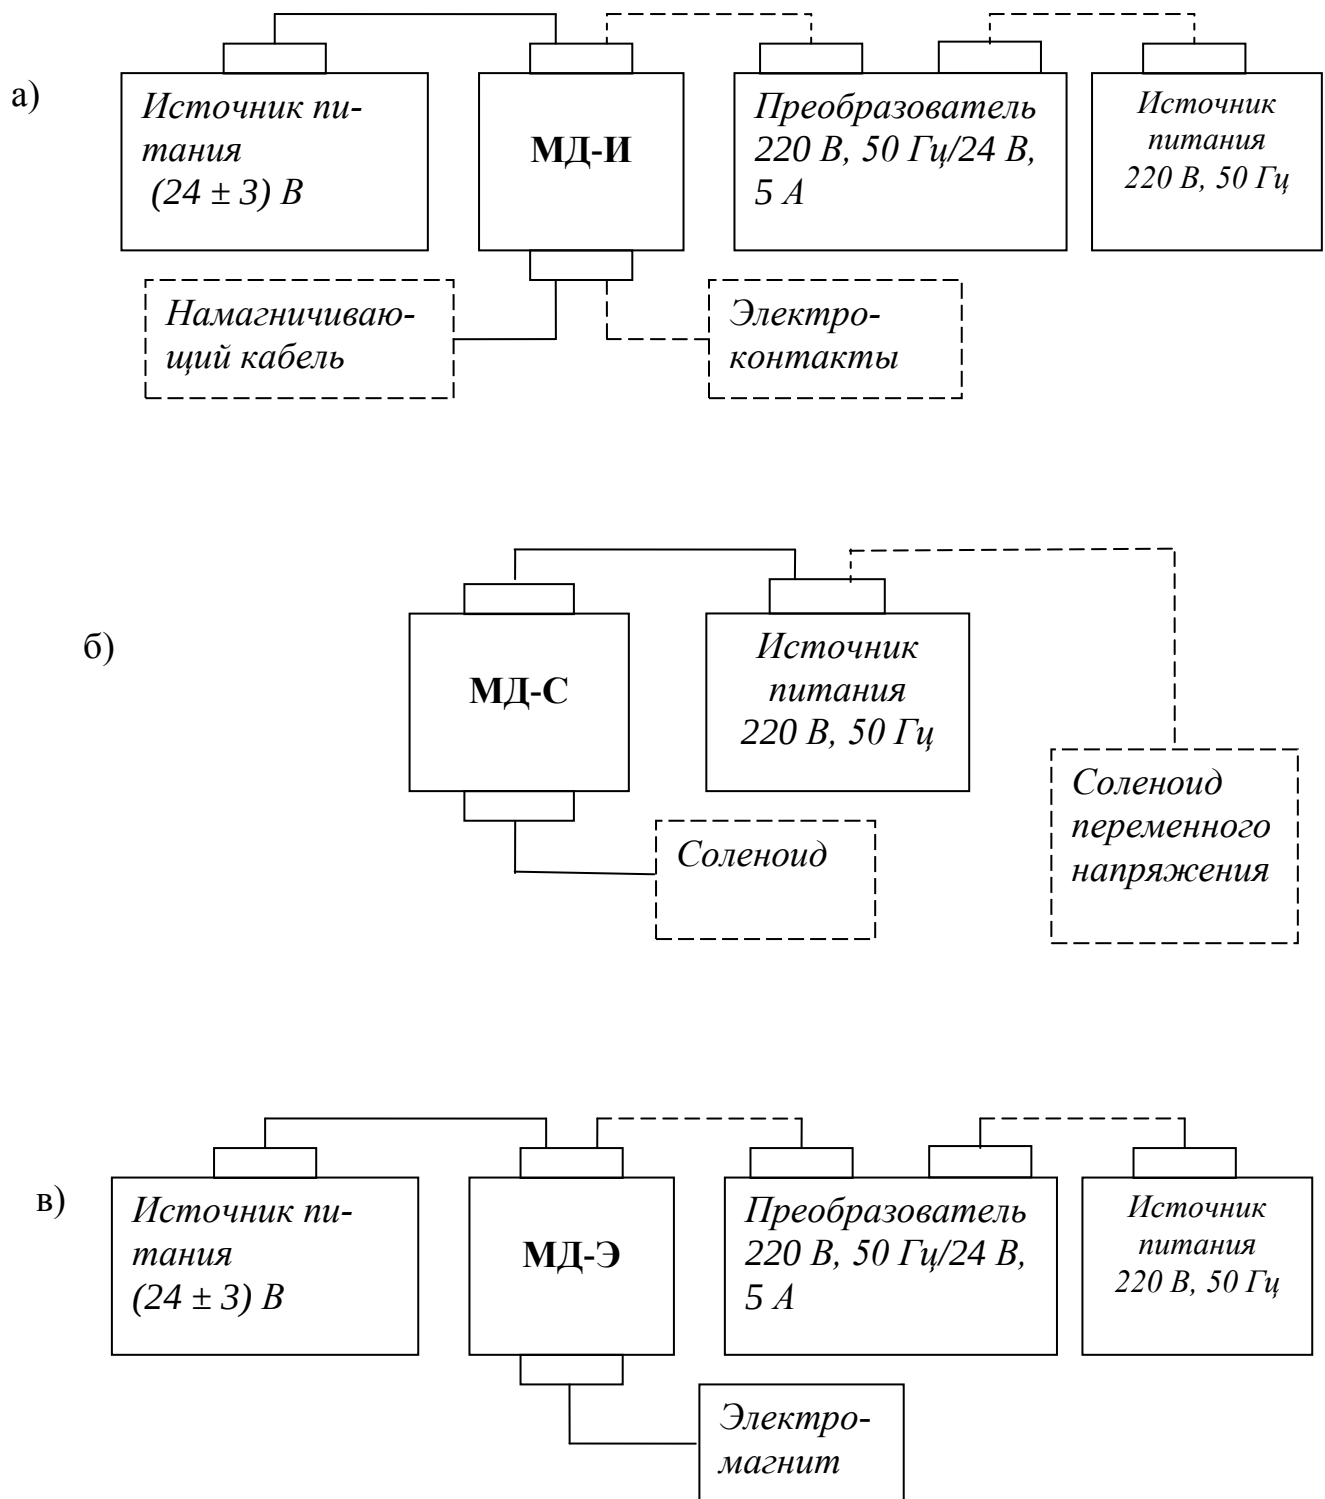

Рисунок 4.2 Подключение модулей дефектоскопа к источникам электропитания:
4.2 Каждый модуль имеет индивидуальный блок питания. Схема подключения модулей к источникам электрического питания приведена на рис. 4.2. Модуль МД-И и модуль МД-Э подключаются непосредственно к источникам постоянного тока напряжением (24 ± 3) В и током не менее 5 А. С применением преобразователя напряжения они могут питаться от источника переменного тока 220 В, частотой 50 Гц, с выходными параметрами: постоянное напряжение (24 ± 3) В, ток не менее 5 А. Модуль МД-С подключается к источнику переменного напряжения 220 В, 50 Гц.
На верхней боковой панели модуля (см. рис. 4.2) установлены: